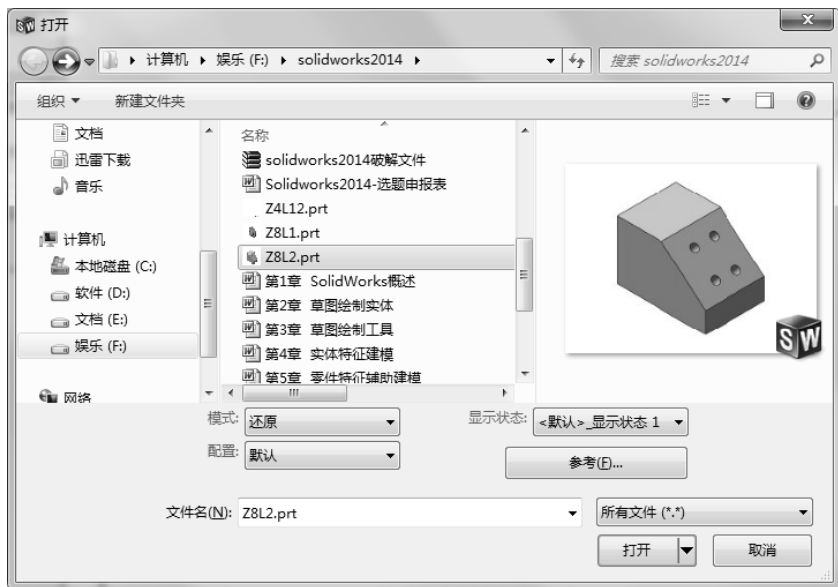

图 8-22 浏览到一个模型文件 Z8L2.prt
- [6] 单击【浏览】按钮, 浏览到一个模型文件 Z8L2.prt, 如图 8-22 所示, 单击【打开】按钮。